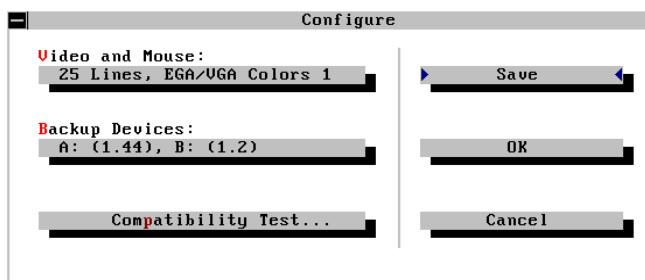

图 7-8 配置对话框
8) 按下 OK 按钮后，系统又弹出一个配置对话框，如图 7-8 所示。